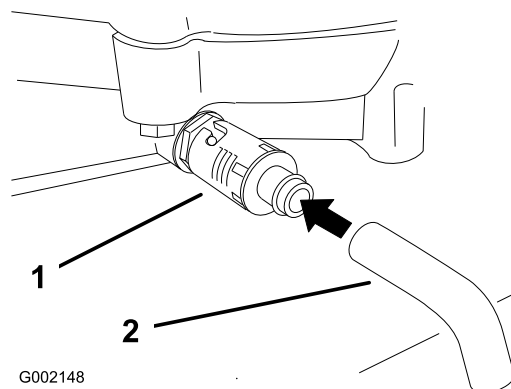

Figura 22
4. Collocate una bacinella sotto lo spurgo. Girate la valvola di spurgo dell'olio per lasciare defluire l'olio (Figura 22).